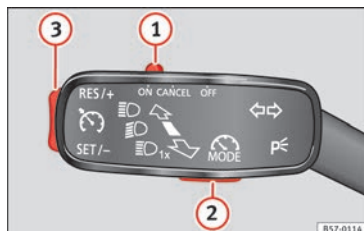

Fig. 175 A la izquierda de la columna de la dirección: mando y teclas para manejar el limitador de velocidad.
Si desea desactivar temporalmente el limitador de velocidad, p. ej., para adelantar, sitúe el mando » fig. 175 ① de la palanca de los intermitentes en la posición **CANCEL** o sitúe la tercera palanca en el punto de presión **CANCEL** o pulse la tecla ② de cualquier palanca.